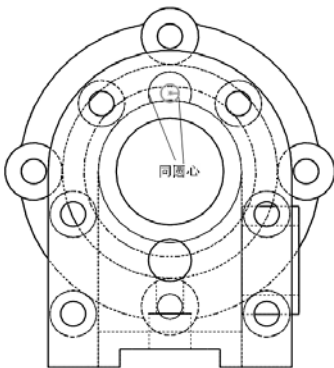

图 7-118 确定孔的位置
3) 确定孔的位置。在“FeatureManager 设计树”中右击选择“M6 螺纹孔 1”中的第一个草图，在弹出的快捷菜单中单击“编辑草图”命令，利用草图工具确定孔的位置，如图 7-118 所示。